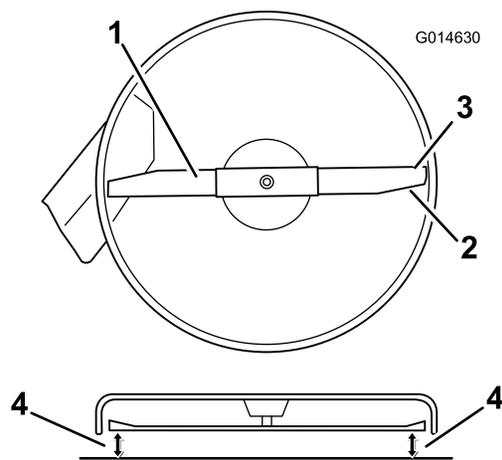

Figure 49
4. Faites pivoter les lames avec précaution pour qu'elles soient toutes parallèles (Figure 49).
- Mesurez la distance entre les tranchants extérieurs et le sol plat (Figure 49). Si les deux mesures diffèrent de plus de 5 mm, un réglage s'impose. Poursuivez la procédure.